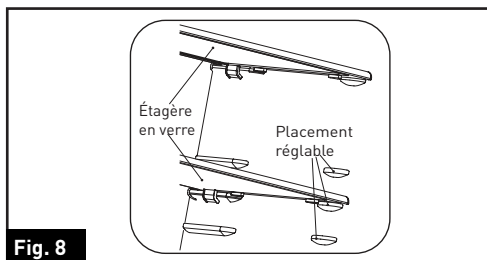

Fig. 8
- Lorsque vous remettez les étagères en place, assurez-vous qu'aucun obstacle ne se trouve derrière, et poussez-les doucement pour les remettre en place. (Fig. 8)